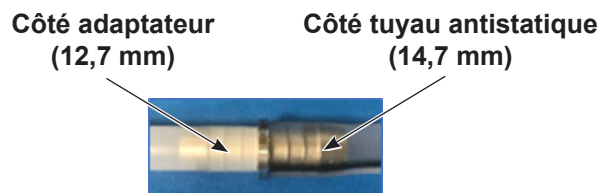

Figure 8 Installation de l'adaptateur de raccordement
1. Voir la Figure 8. Raccorder un autre morceau de tuyau antistatique au côté 14,7 mm de l'adaptateur fourni avec le système de déchargement.